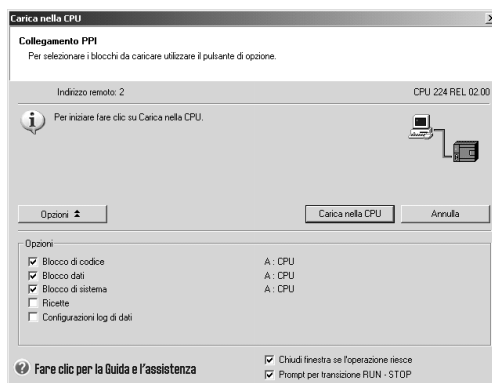

Figura 2-11 Caricamento del programma nella CPU
1. Per caricare il programma fare clic sull'icona **Carica nella CPU** della barra degli strumenti o selezionare il comando di menu **File > Carica nella CPU** (vedere la figura 2-11).